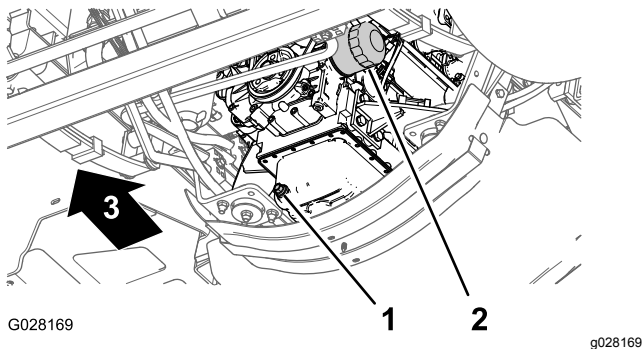

Figura 58
3. Coloque un recipiente de drenaje debajo del filtro de aceite del motor (Figura 58).
4. Retire el filtro de aceite usado (Figura 58).
8. Instale el filtro de aceite en el adaptador de filtro, gire el filtro de aceite en sentido horario hasta que la junta de goma entre en contacto con el adaptador del filtro, luego apriete el filtro media vuelta más (Figura 58).
1. Coloque un recipiente de drenaje con capacidad para 9 litros (9,5 cuartos de galón US) o más debajo del tapón de vaciado (Figura 58).
2. Retire el tapón de vaciado (Figura 58) y deje que el aceite se drene completamente.